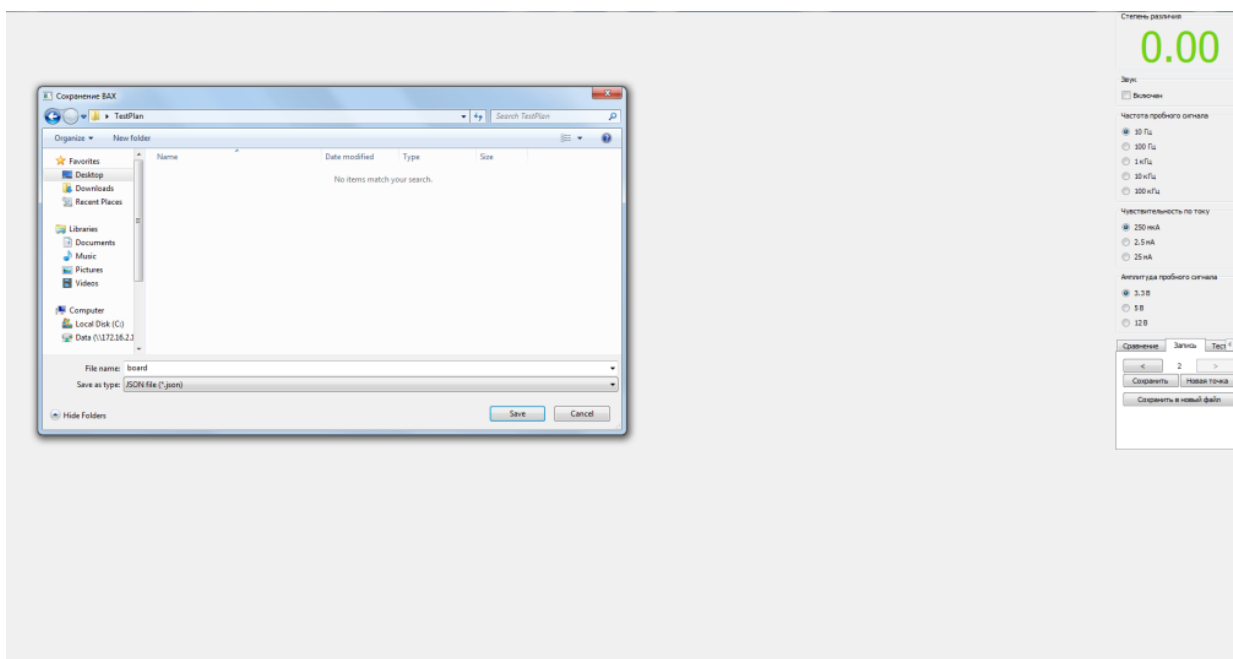

Рисунок 8. Внешний вид вкладки создания плана тестирования
1. Для создания плана тестирования перейдите в соответствующую вкладку запись, программа предложит выбрать папку для сохранения плана тестирования, рисунок 8;